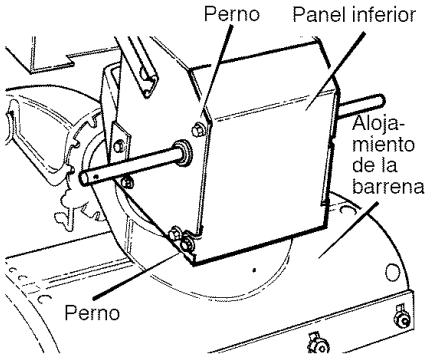

Figura 91
3. Afloje los **pernos** a cada lado del **panel inferior** (Figura 91).